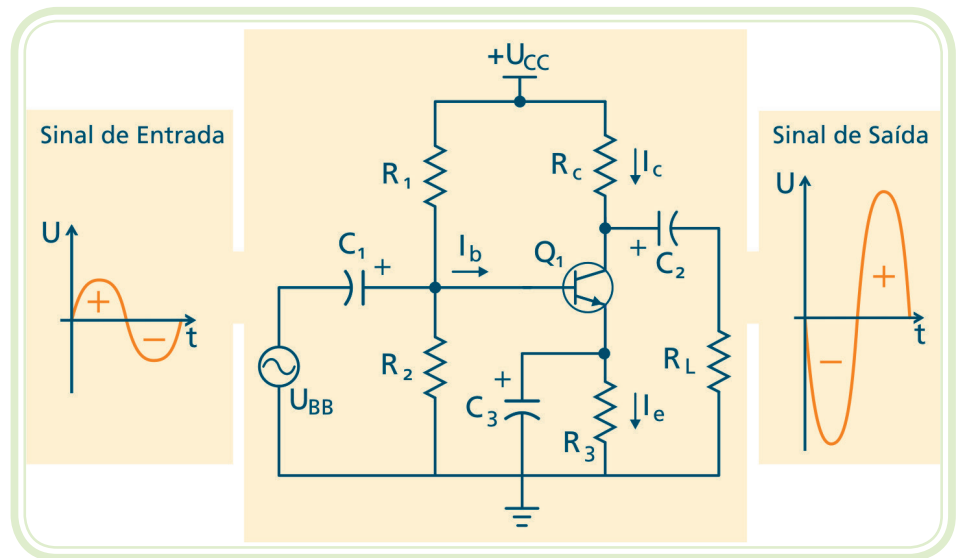

Figura 7.17: Amplificador de sinal emissor comum
b) Amplificadores de sinal emissor comum – pode-se, então, considerar os transistores devidamente polarizados com seu ponto de operação próximo ao meio da reta de carga para uma máxima excursão do sinal de entrada sem distorção. Ao injetar um pequeno sinal CA à base do transistor, ele se somará às tensões contínuas de polarização e induzirá flutuações na corrente de coletor de mesma forma e frequência. Ele será chamado de amplificador linear (ou de alta-fidelidade – Hi-Fi) se não mudar a forma do sinal na saída. Desde que a amplitude do sinal de entrada seja pequena, o transistor usará somente uma pequena parte da reta de carga, e a operação será linear. Caso o sinal de entrada apresente elevada amplitude, as flutuações ao longo da reta de carga levarão o transistor a condições de saturação. Um circuito amplificador é mostrado na Figura 7.17. A polarização é por divisor de tensão. A entrada do sinal é acoplada à base do transistor via o capacitor C_1 , e a saída do sinal é acoplada à carga R_L através do capacitor C_2 . O capacitor funciona como uma chave